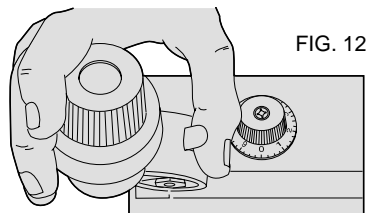

FIG. 12
2. Oprima el cerrojo hacia la cabeza inclinable y muévela hacia la posición de carga (Fig. 12).